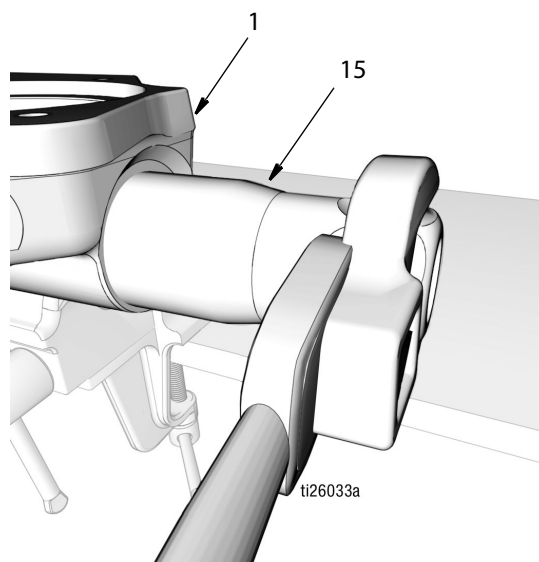

Рис. 45
- c. Вкрутите выпускной обратный клапан (15) в основание насоса (1) (Рис. 45). Надежно затяните. Затем затяните с усилием 50 - 55 футофунтов (67,8 - 74,5 Н·м).